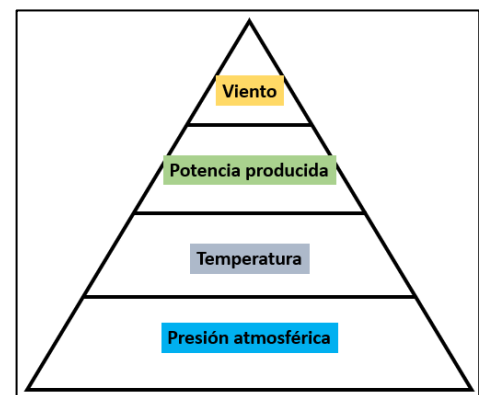

Ilustración 4. Jerarquía de factores.
- **Factores involucrados.** A la hora de analizar los datos proporcionados por SCADA hemos de tener en cuenta una pequeña jerarquía de factores. Esta jerarquía es la vista en la Ilustración 4. A más viento mayor es la potencia producida. A más temperatura del aire, menor densidad tiene el viento, de forma que, al tener menos fuerza, la potencia producida es menor. Es decir, cuanto más frío sea el viento más fuerza produce, y mayor es la potencia producida. Por otro lado, la presión también es importante, aunque en menor medida. Cuanta más presión hay, mayor es la fuerza que produce el viento sobre las palas del aerogenerador, por lo que la potencia producida es mayor.